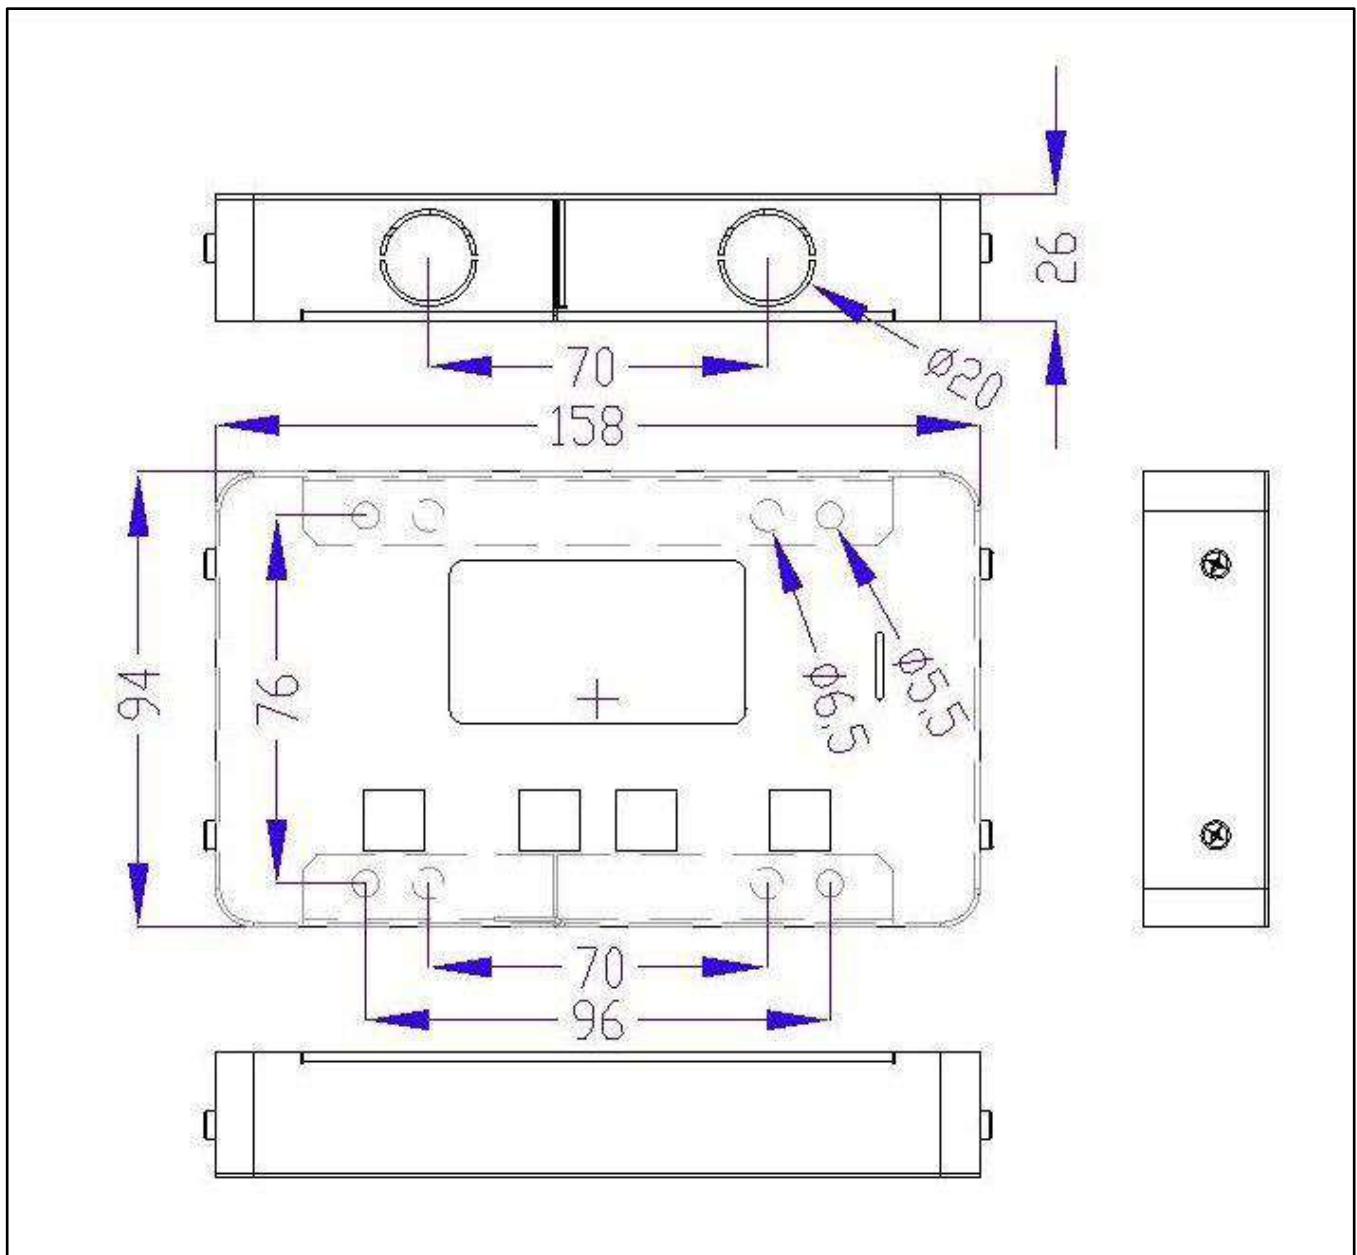

Fig.4 - Dimensioni meccaniche
- 1) Installare il WRD in un luogo asciutto, ha due opzioni di fissaggio: da pannello e con scocca (Fig.4)
- 2) Nella parte posteriore si accede alle connessioni elettriche (Fig.4). Sia la connessione di alimentazione che quella del **WBUS**2 sono di tipo a morsetto estraibile facili da cablare. Collegare correttamente i cavi, se l'alimentazione proviene dalla batteria è raccomandato che sia sotto fusibile (0,5A) per la protezione dei cavi. Infine, se è utilizzato, collegare anche il cavo Ethernet.